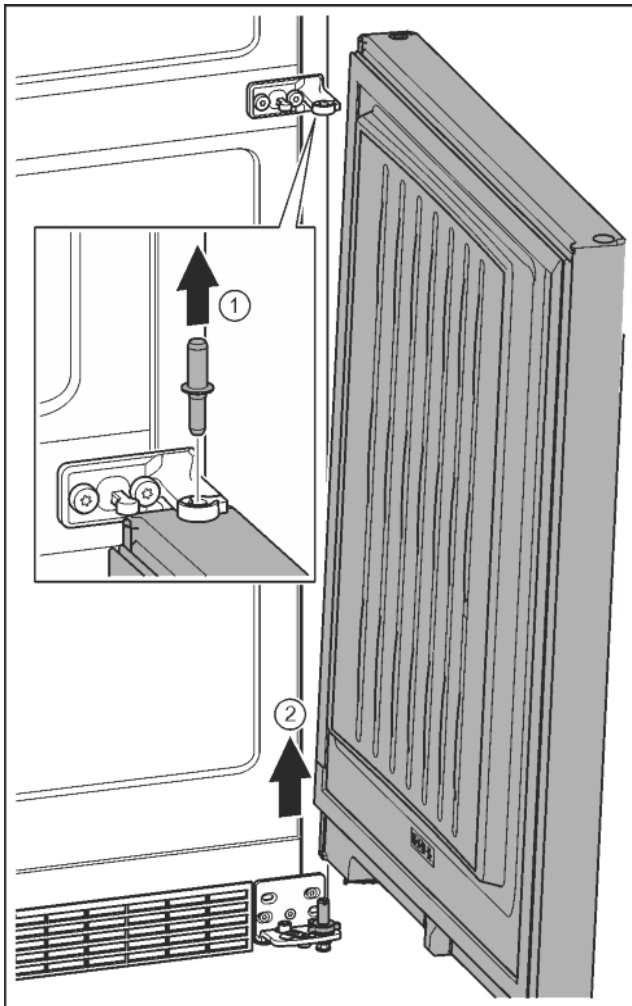

Fig. 11
- ▶ Izvelciet ārā tapu uz augšu. Fig. 11 (1)
- ▶ Atvirziet durvis, pavelciet uz augšu un novietojiet malā. Fig. 11 (2)